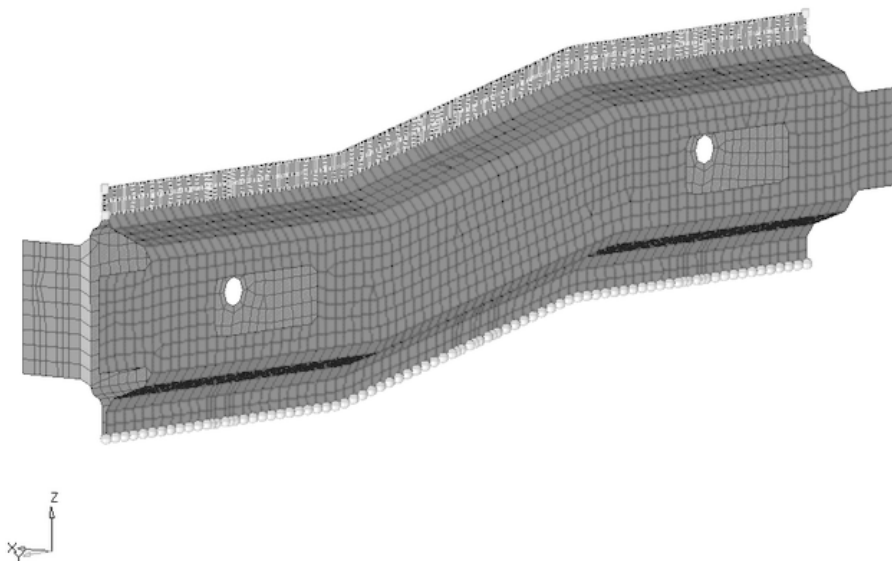

图 6-54 选择 component Left_Rail_1 下翻边外缘的一排节点
- (1) 进入 Area 面板。
- (2) 进入 area 子面板。
- (3) 将 location 设置为 nodes。
- (4) 单击 node list, 选择 by path。
- (5) 选择 component Left_Rail_1 下翻边外缘的一排节点 (选择外缘最左边的一点, 然后选择最右边的一点, 则整条外缘上的点都被选中), 如图 6-54 所示。